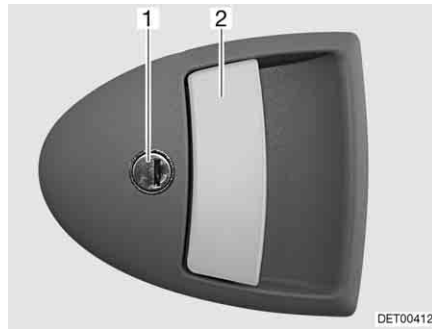

Bild 30 Dörrlås ingångsdörr, utsida
- Stick in nyckeln i låscylindern (Bild 30,1) och vrid den ända tills dörrlåset har låsts upp.
- Drag i dörrhandtaget (Bild 30,2). Dörren är öppen.
- Stick in nyckeln i låscylindern (Bild 30,1) och vrid den ända tills dörrlåset har låsts.